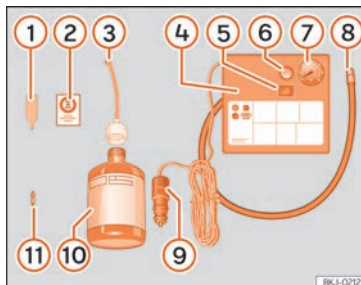

Fig. 32 Representação padrão: conteúdo do kit antifuros.
O kit antifuros está localizado na bagageira, por baixo do revestimento do piso. Inclui os seguintes componentes »» **Fig. 32**:
- Desenrosque a proteção e o obus da válvula do pneu. Utilize o aparelho »» **Fig. 32** 1 para retirar a carga. Coloque-o numa superfície limpa.
- Agite com força a garrafa de vedante de pneus »» **Fig. 32** 10.
- Enrosque o tubo de enchimento »» **Fig. 32** 3 na garrafa de vedante. O selo da garrafa partir-se-á automaticamente.
• Remova o tampão do tubo de enchimento »» Fig. 32 ③ e enrosque a extremidade aberta do tubo na válvula do pneu.
»» Fig. 32 ① na válvula do pneu.
• Enrosque o tubo de enchimento do pneu do compressor »» Fig. 32 ⑧ na válvula do pneu.
• Verifique se o parafuso de evacuação de ar está fechado »» Fig. 32 ⑥.
• Ligue o conector »» Fig. 32 ⑨ à tomada de corrente de 12 volts do veículo »» Página 157.
• Ligue o compressor de ar com o interruptor ON/OFF »» Fig. 32 ⑤.
• Cole o autocolante »» Fig. 32 ② no painel de instrumentos, dentro do campo visual do condutor.
Volte a enrosocar o tubo de enchimento »» Fig. 32 ⑤ e verifique a pressão no manómetro ⑥.